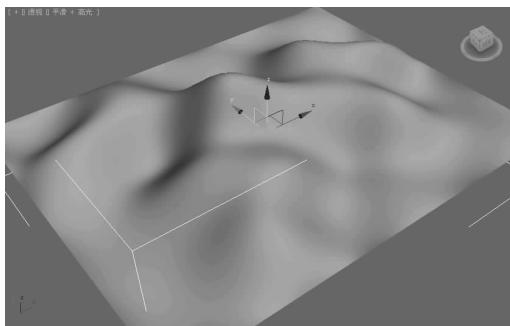

图 5-57 修改外形后的点曲面 ▲
(3) 在“修改”命令面板的修改器堆栈中，选择“NURBS 曲面”修改器的“点”子对象，可以在透视图中通过移动点的位置改变当前曲面的外形，如图 5-57 所示。